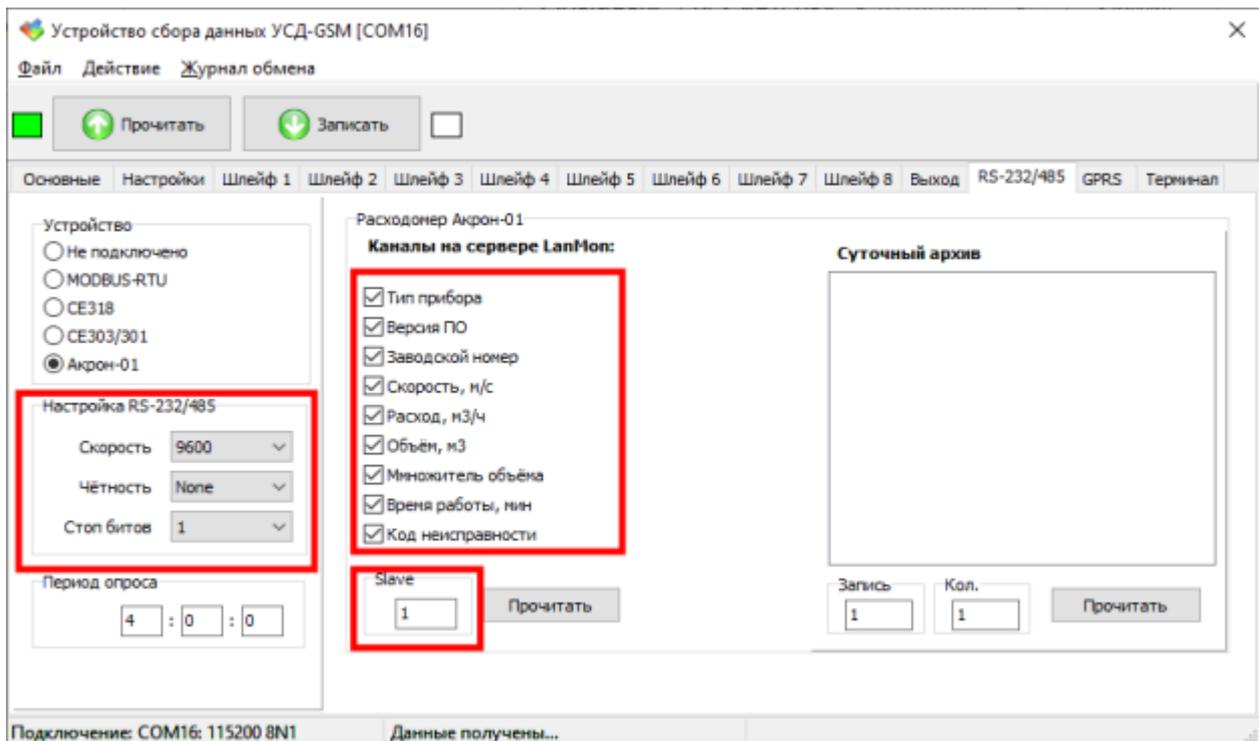

Рисунок 26 – Настраиваемые параметры «Акрон-01»
- В поле «Каналы на сервере LanMon» установить переключатели напротив нужных параметров. Отмеченные параметры будут передаваться на сервер LanMon (рисунок 26).